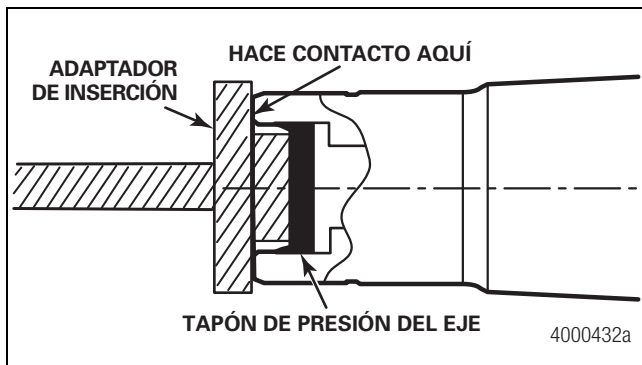

Figura 2.25
19. Use un mazo de bronce o un mazo sintético de cuatro libras para embutir el tapón de presión del eje dentro de la espiga, hasta que el adaptador de inserción haga contacto de forma pareja con el extremo de la espiga. El adaptador de inserción determina la profundidad de instalación del tapón de presión del eje. Se notará un cambio drástico en el sonido y en el rebote de los martillazos una vez que el adaptador de inserción llegue hasta el final de su recorrido. El sistema de inflado de neumáticos se puede cargar a la presión adecuada 30 minutos después de la instalación del tapón de presión del eje. Figura 2.25.